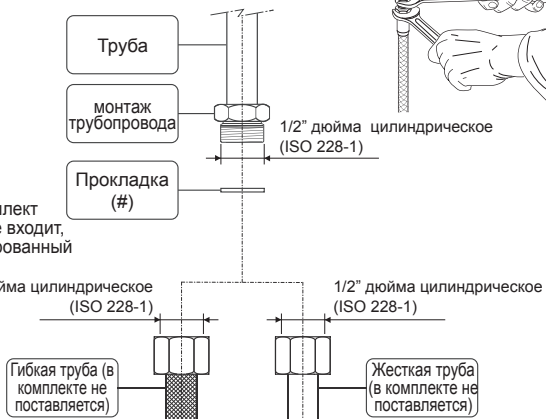

Рис. 8.3
- Используете два гаечных ключа для крепежа труб (рис. 8.3).
- Используйте два гаечных ключа при закреплении шланга (рис. 8.3).